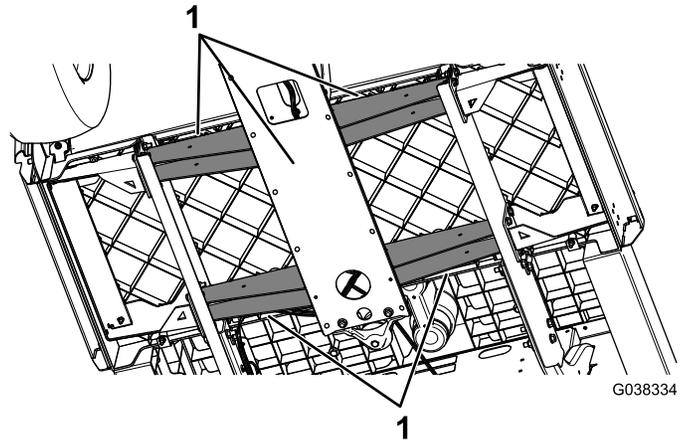

Рисунок 3
2. Установите напольный домкрат под раму, чтобы поддерживать переднюю часть машины (Рисунок 3).